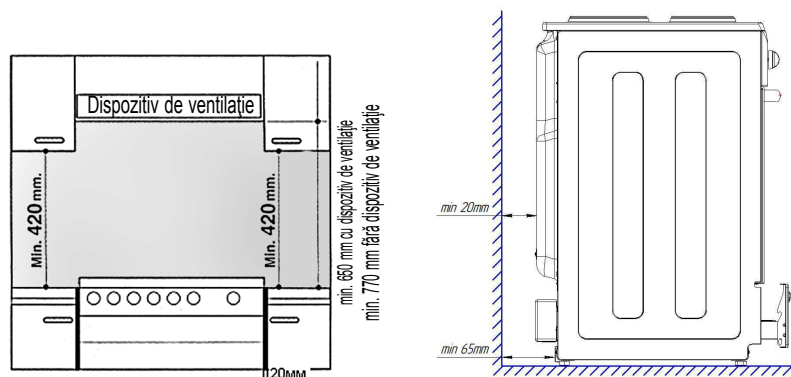

Fig. 4
- Amplasarea aragazului între mobilier este prezentată în Fig. 4